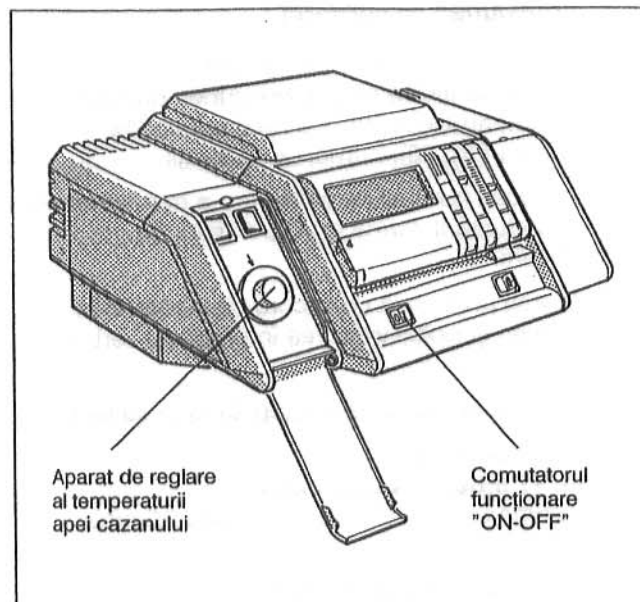
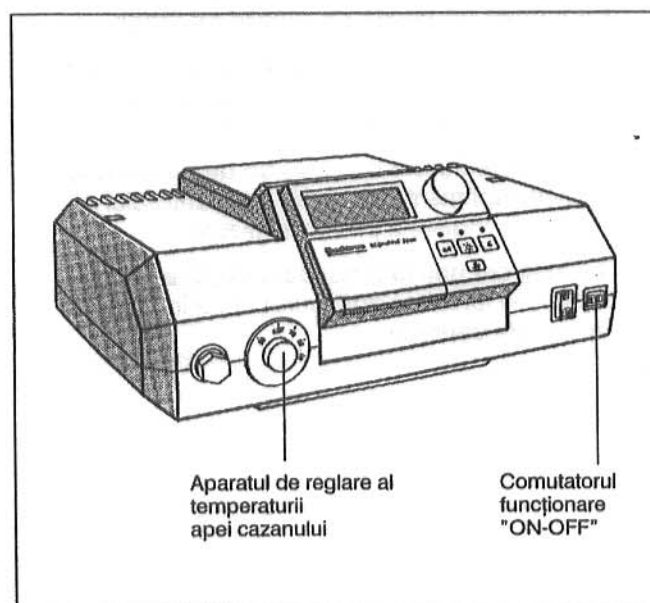

Fig. 16: Sistem de reglare 4000
Fig. 17: Sistem de reglare 2000
- Comutatorul funcționare (Fig. 16 respectiv Fig. 17), se aduce pe poziția I (ON).
- Aparatul de reglare al temperaturii apei cazanului (Fig. 16 respectiv Fig. 17) se fixează pe "AUT", stellen.